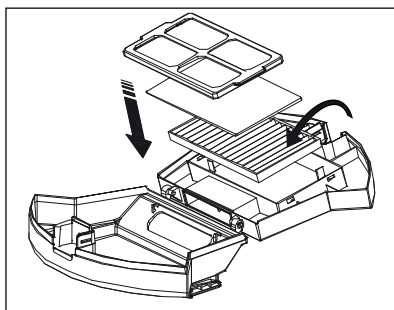

Fig. 13
- 8) Vuelva a colocar el filtro EPA **7** y el filtro de gomaespuma en el compartimento y fije el filtro en el compartimento. Cierre el depósito de polvo **14** (consulte la fig. 13).